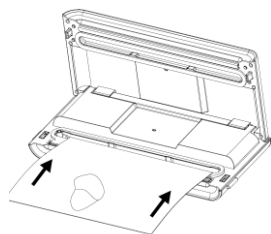

Рис. 1
3. Поместите открытый край пакета в вакуумную камеру. Пакет не должен закрывать отверстие забора воздуха. — Рис. 1